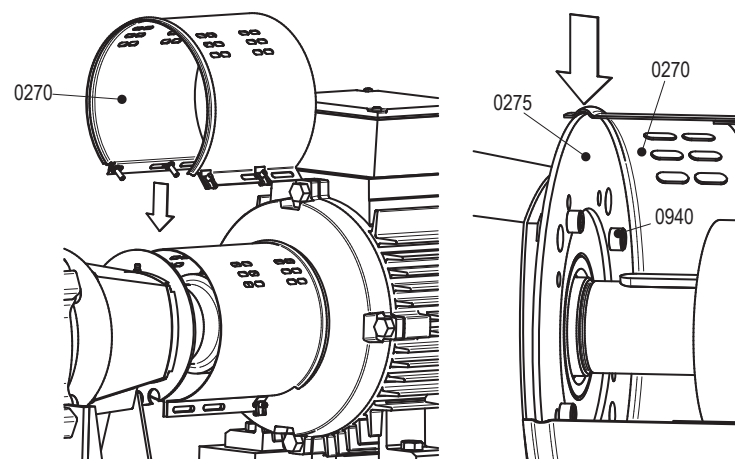

Figura 16: Instalação da cobertura do lado da bomba.
- 7 Desaperte os parafusos (0940) e remova a placa de montagem (0275) da tampa do rolamento (2115). Para as versões L5/L6: Desaperte os parafusos (0940) e remova a placa de montagem (0275) do apoio do rolamento (2840). Consulte a figura 16.
Para as versões L5/L6: instale a placa de montagem (0275) no apoio do rolamento (2840) com parafusos (0940). Consulte a figura 16.